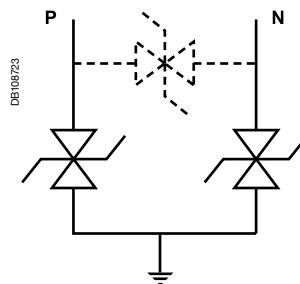

Fig. 10 - To-vejs zenerdiode.
- To-vejszenerdiode -overspændingsafledere (fig. 10) bliver brugt som den ultimative beskyttelse på et bestemt sted i installationen og aldrig som overordnet beskyttelse pga. deres lave strømstabilitet.